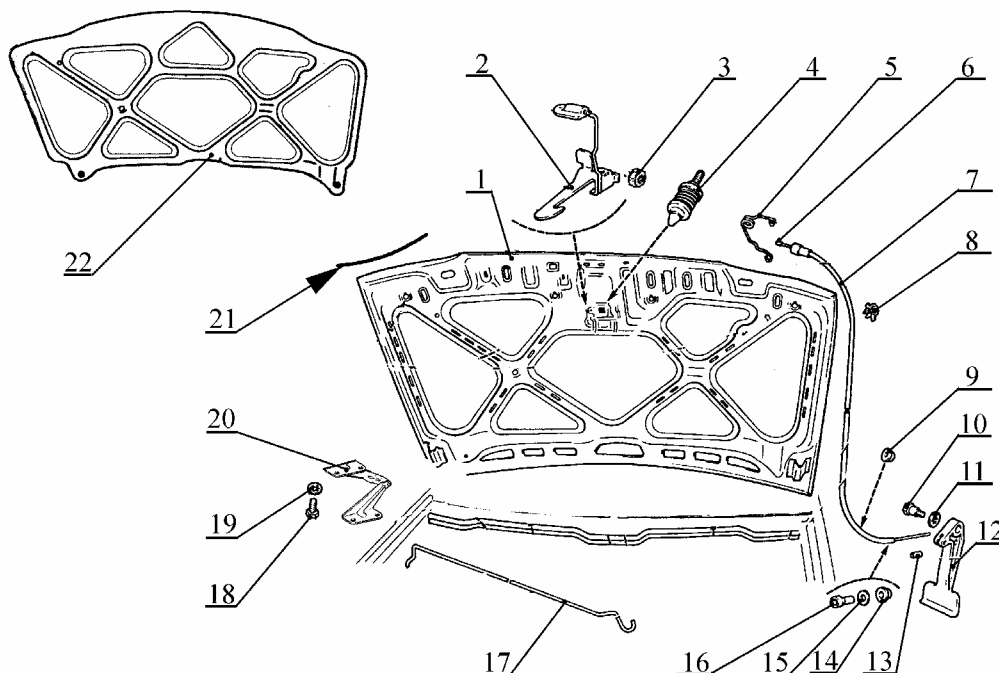

Рис.10. Детали капота и его механизмов:
5.1 Установить автомобиль на рабочее место. Поднять капот 1, рис.10, зафиксировать его упором 17 в открытом положении. Отсоединить клемму "минус" от аккумуляторной батареи (ключ гаечный 10).